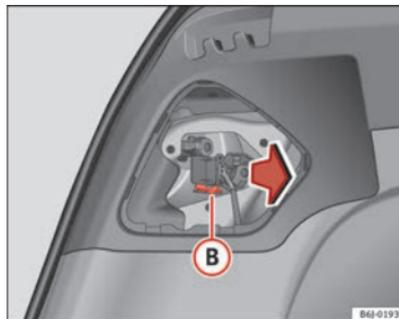

Fig. 180 Desmontagem do porta-lâmpadas
- Desmonte o porta-lâmpadas, pressionando o clipe de fixação **B** ⇒ Fig. 180 e tirando-o para fora.